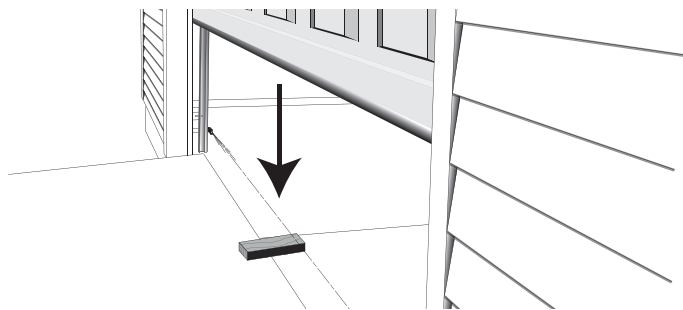

FIG. 6-2 2 x 4 debajo del centro, al abrir la puerta
- Ponga una tabla (puesta en forma horizontal) de 2 x 4 **debajo del centro, al abrir la puerta (Fig. 6-2).**